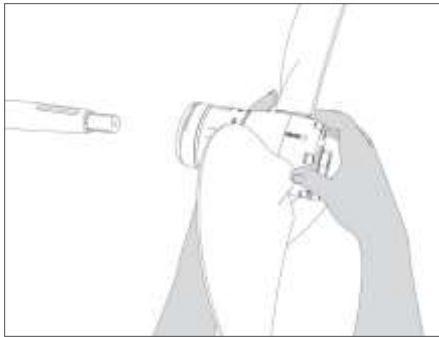
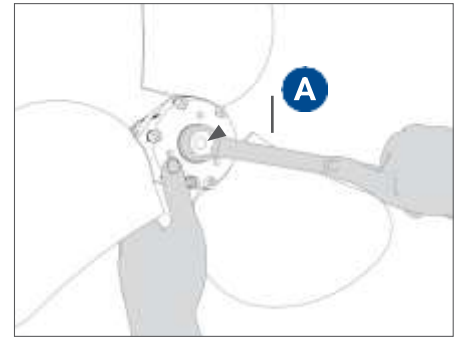

FIG. 6 Inserimento elica sull'asse
FIG. 8 Avvitamento dado di serraggio
- Innestare il gruppo elica sull'asse senza chiavetta (**Fig. 6 e 7**), tenerlo in posizione e avvitare il dado di serraggio **A** fino alla fine (**Fig. 8**).